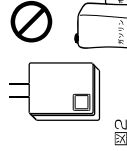

図2
- ガソリン・ベンジン・接着剤など引火性危険物を扱う場所には設置しないでください。(図2)